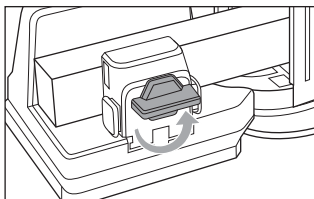

Fig. 8
- ◆ Gire el botón de bloqueo ❺ en sentido antihorario para soltar la pieza de madera (consulte la fig. 8).